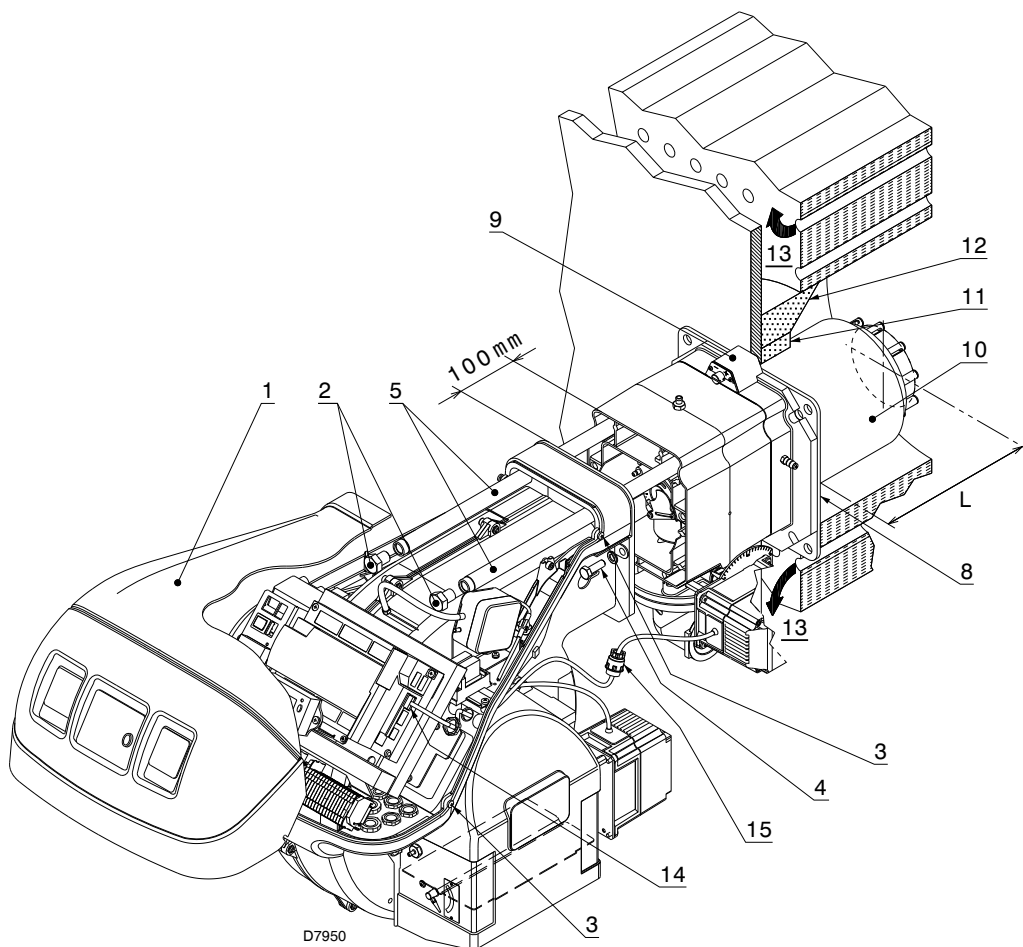

图 16
带前烟道 13)(第 25 页图 16) 或中心回焰式炉膛的锅炉其使用耐火材料制成的保护性炉补 11) 必须装于锅炉炉补 12) 和燃烧筒 10) 之间。
对于带水冷却前板的锅炉, 则不需要耐火材料制成的炉补 11)-12)(图 16), 除非锅炉制造商另有要求。
从燃烧器上取下燃烧头，如图 图 16 所示，然后按以下步骤操作：
- 将燃烧器重新装回到滑杆 3) 上，距多歧管 4) 约 100mm，此时燃烧器位置如第 25 页图 16 所示；
- 连接伺服马达插头 14)(图 16)，拧紧锁扣 15)；